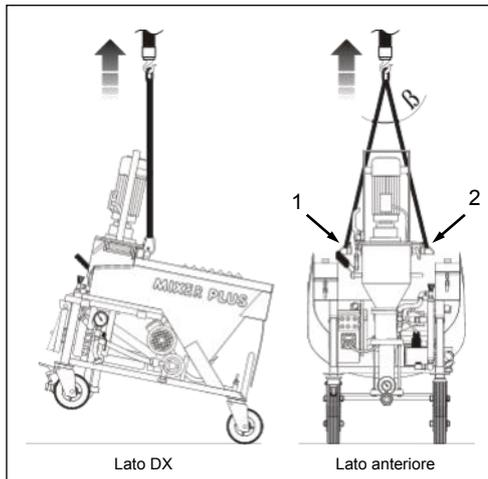

FIG.12 (Sollevamento della macchina)
- 3) Effettuare l'attacco di corde, catene, funi e/o brache ganci e/o moschettoni nei due punti di aggancio laterali previsti dal fabbricante (**FIG.12-Rif.1/2**) e contrassegnati da una opportuna segnaletica (**par.6.3**);